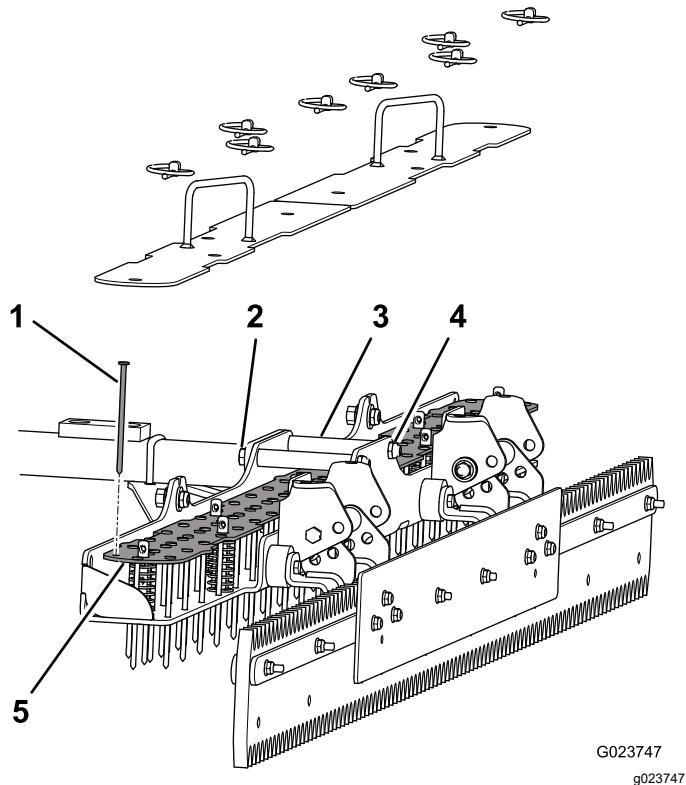

Bild 18
2. Nehmen Sie die Klappstecker aus den acht Lastösenbolzen heraus, mit denen die oberen Platten an der Nagelplatte und der unteren Platte befestigt sind (Bild 18)